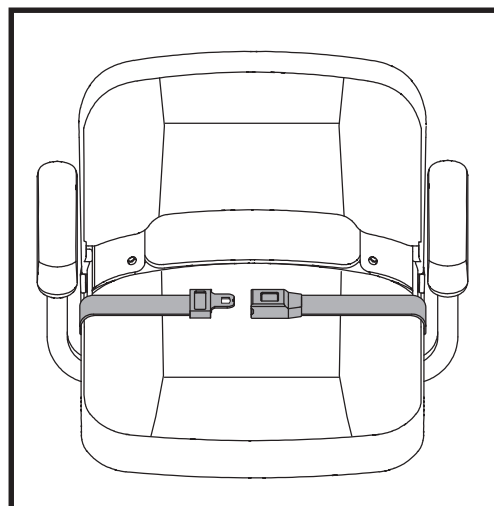

Figure 17. Ceinture de positionnement
Votre Travel Scooter peut être équipé d'une ceinture de positionnement de type automobile réglable pour votre confort. **Voir la figure 17.** La ceinture de positionnement est conçue pour supporter et empêcher le conducteur de glisser ou d'avancer sur le siège. La ceinture de positionnement n'est pas une ceinture de sécurité.
1. Insérez l'onglet de la ceinture côté droit dans la boucle de ceinture côté gauche jusqu'à ce que vous entendiez le "clac". **Voir la figure 17.**